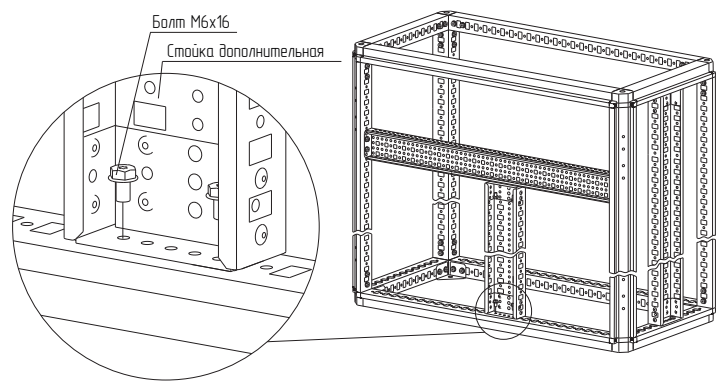

Рисунок 37
4.20.3 Установить стойку дополнительную вертикальную в каркас и закрепить болтами М6×16 (рисунок 37). Момент затяжки – 7 Н·м.